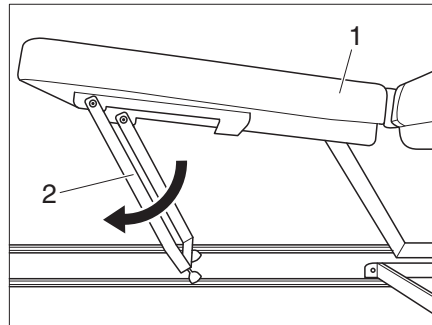

Bild 4 Füße ausklappen
- Füße (Bild 4,2) unter der Bettverlängerung (Bild 4,1) herunterklappen, bis sie in senkrechter Position einrasten.